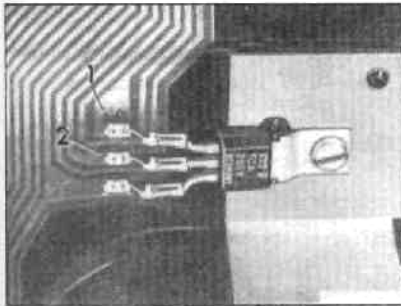

Рис. 10.31 Зажимы контактов стабилизатора напряжения (Глава 20)
- 3 Проверьте стабилизатор напряжения, для этого подсоедините вольтметр к зажимам показанным на Рис. 10.31, с напряжением 12 В. Прибор должен пока-